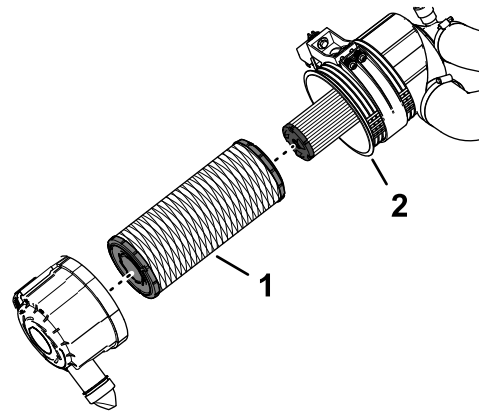

Рисунок 120
7. Снимите элемент фильтра грубой очистки (Рисунок 120).